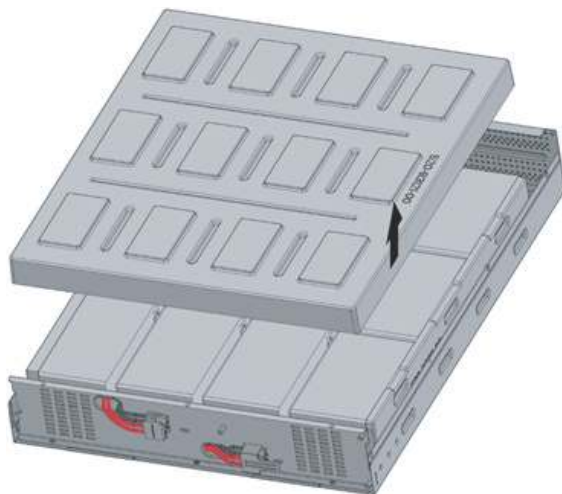

Рис. 2-3
3. Снимите крышку батарейного отсека, как показано на рис. 2-3.